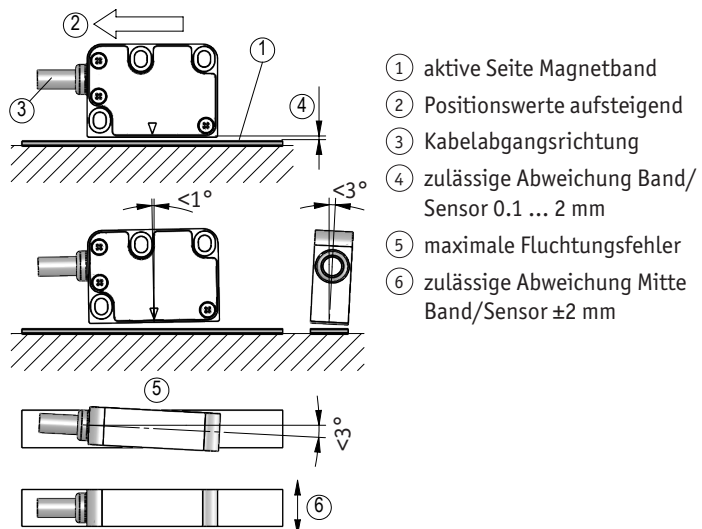
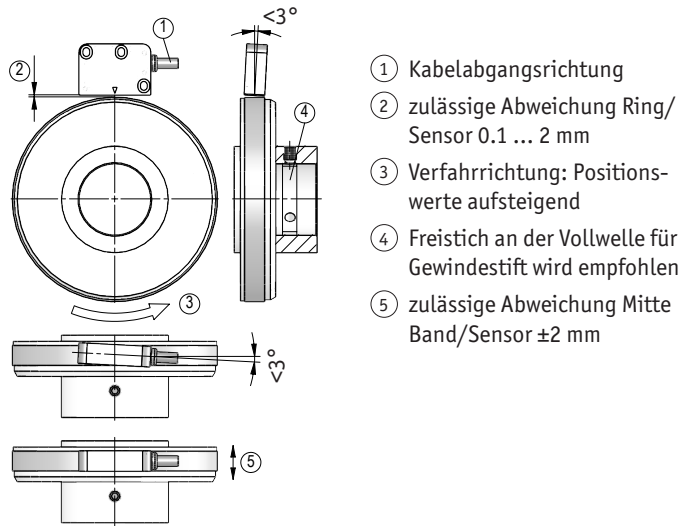

Abb. 6: Definition der Zählrichtung mit Magnetband und Montage Sensor/Magnetband, Abstandsmaße, Toleranzen
Abb. 7: Definition der Zählrichtung mit Magnetring und Montage Sensor/Magnetring, Abstandsmaße, Toleranzen
- Auf richtige Ausrichtung des Magnetsensors achten, damit die optimale Abtastung gewährleistet ist (siehe Abb. 6).
3. Ein Wellenfreistich entsprechend Abb. 7 wird empfohlen.
- Die Abstandstoleranzen wurde nicht über die gesamte Messstrecke eingehalten (siehe Abb. 6, Abb. 7).
- Der Magnetsensor ist mit der aktiven Seite vom Band abgewandt montiert (siehe Abb. 6, Abb. 7).
- Der Magnetsensor wurde nicht, entsprechend Abb. 6, Abb. 7 ausgerichtet.